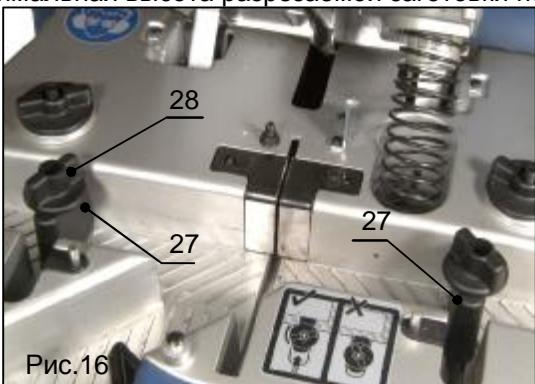

Рис.16
- Установите оба фиксатора (поз.27, рис.16) заготовки так, чтобы они упирались в заднюю стенку направляющей для реза. Для этого ослабьте зажимную гайку (поз.28, рис.16), придвиньте